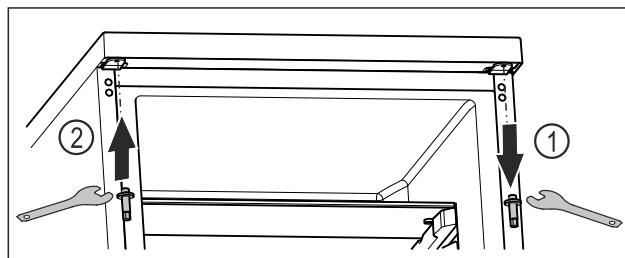

Fig. 23
- S ključem z zunanjim šestkotnikom odvijte zgornji sornik. Fig. 23 (1)
- S ključem z zunanjim šestkotnikom trdno privijte sornik na nasprotni strani. Fig. 23 (2)